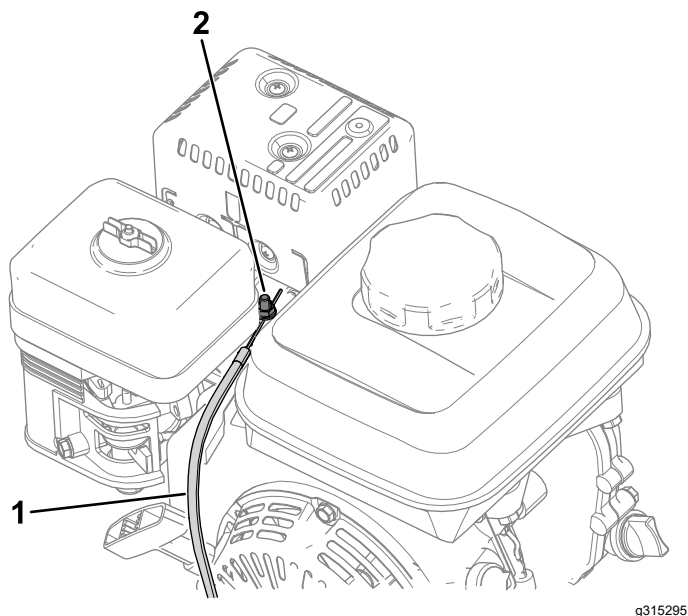

Figura 35
4. Desaperte o parafuso na abraçadeira da conduta de cabos (Figura 35).